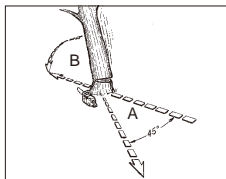

Fig. 11A
⚠ ADVARSEL: En tilflugssti (A) bør planlægges og gøres klar, før nedskæringerne går i gang. Tilflugsstien skal gå bagud og diagonalt bagved den forventet retning af hvor træet skal falde, som vist i fig. 11A.
ADVARSEL: Som fældesnittedet kommer tættere på falsen, skulle træet gerne begynde at falde. Når træet begynder at falde, skal du fjerne saven fra snittet, stands motoren, læg saven ned, og forlad området via tilflugtsstien (Fig. 11A).